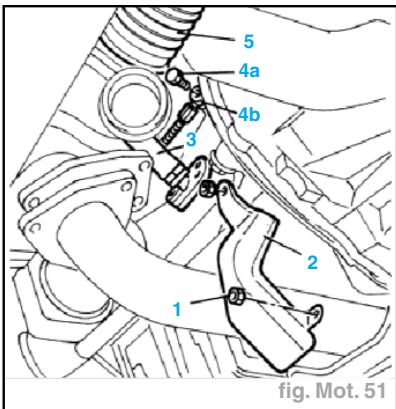

fig. Mot. 51
- Détacher le tuyau (3) qui relie le turbocompresseur à l'échangeur de chaleur.
- Dévisser les écrous de fixation (1) (fig. Mot. 51).